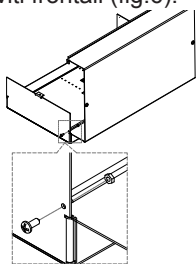

Fig. 5
2. Apertura con cerniera a destra: lo sportello si apre da sinistra verso destra. Si ottiene svitando le due viti frontali di blocco dello sportello, smontando le due viti con dado dalle cerniere di sinistra e rimontandole su quelle di destra. (fig.5)